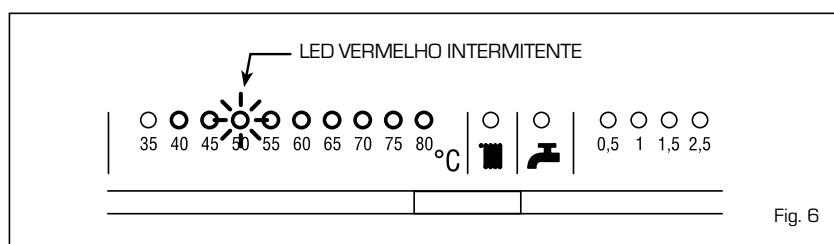

Fig. 6
- **Outras anomalias** (fig. 6)